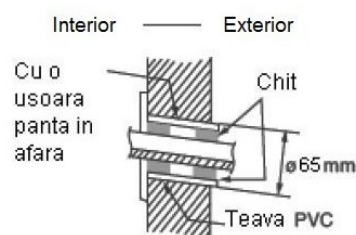

Fig.11. Gaura din perete
- Se execută gaura (orificiul) din perete cu panta spre exterior (Fig.11)